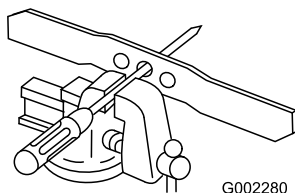

Figura 29
1. Compruebe el equilibrio de la cuchilla colocando el taladro central de la cuchilla sobre un clavo o el palo de un destornillador fijado horizontalmente en un torno de banco (Figura 29).